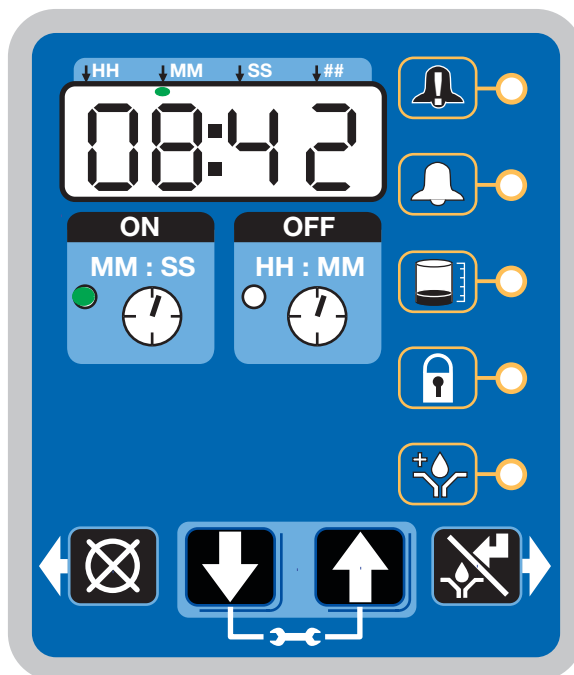

ABB. 35
- Erreicht der OFF-Zeitwählwert Null, dann schaltet die G3-Pumpensteuerung die Schmiermittelpumpe für die Dauer des programmierten ON-Zeitzyklus ein (ABB. 35).
- Das Beispiel in ABB. 35 zeigt eine ON-Zeit von 8 Minuten und 42 Sekunden bis zum Ende des Schmierzyklus an.